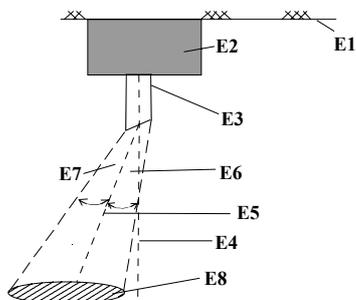

Bild 6: Erfassungskegel bei Lichtleitstab mit schräger Lichteintrittsfläche
- Der weiß lackierte Lichtleitstab mit schräger Lichteintrittsfläche und dem im Bild 6 gezeigten Erfassungskegel sollte nur dann verwendet werden, wenn der Fühler nicht direkt oberhalb, sondern nur seitlich versetzt über der Fläche montiert werden kann, deren Helligkeit er messen soll. Bei Einsatz des Lichtleitstabes mit schräger Lichteintrittsfläche ist nach der Installation eine Kalibrierung des Reglers durchzuführen.